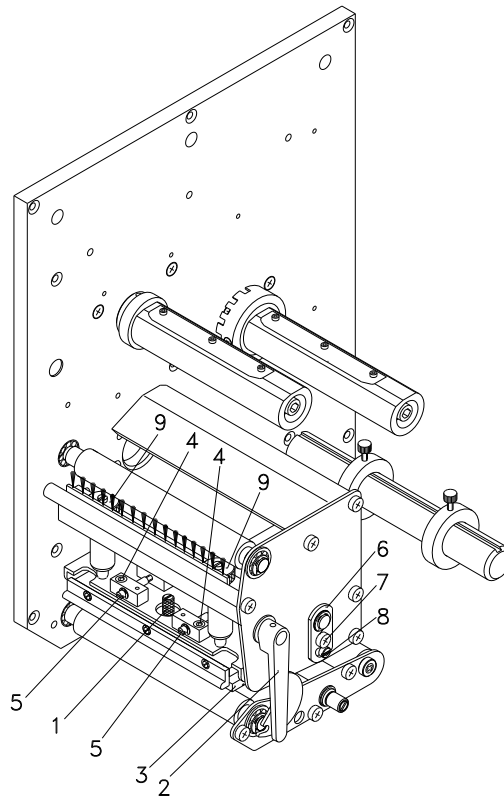

Abbildung 28
1. Schrauben (4, Abbildung 28) mit einem Innensechskantschlüssel (SW 2,5) ca. $\frac{1}{4}$ Umdrehung lösen.
2. Parallelität mit den Stellschrauben (5, Abbildung 28) einstellen.
4. Schrauben (4, Abbildung 28) wieder anziehen.
1. Schraube (7, Abbildung 28) ca. $\frac{1}{4}$ Umdrehung lösen.
2. Exzenterbolzen (8, Abbildung 28) drehen, um einen Druckausgleich zu schaffen und solange nachstellen, bis ein gleichmäßiges Druckbild vorliegt.
3. Schraube (7, Abbildung 28) wieder anziehen.
1. Andruckschrauben (9, Abbildung 28) drehen, um den Druckkopfdruck zu verändern.
2. Drehen der Andruckschrauben (9, Abbildung 28) bis an den Anschlag im Uhrzeigersinn ergibt eine Andruckerhöhung von 10N gegenüber der Werkseinstellung.
3. Drehen der Andruckschrauben (9, Abbildung 28) genau eine Umdrehung vom Rechtsanschlag gegen den Uhrzeigersinn, ergibt die Werkseinstellung.